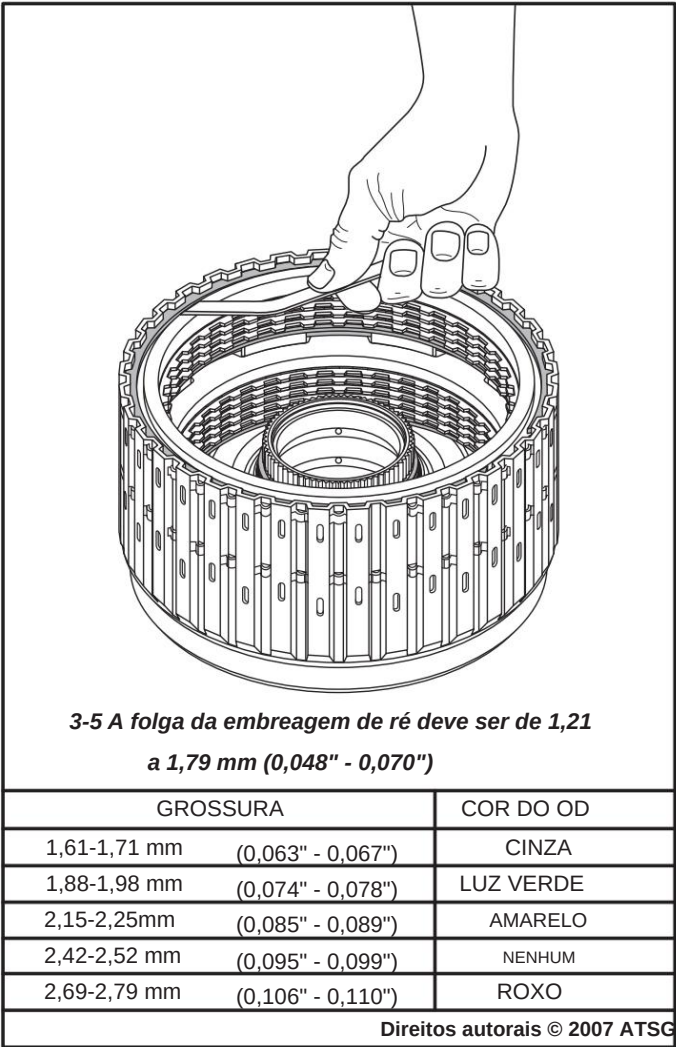

Figura 103
- 34. Verifique a folga da embreagem de ré 3-5 usando um calibrador de lâminas entre o anel elástico e a placa traseira, conforme mostrado na Figura 103.
- 36. Troque o anel elástico seletivo conforme necessário usando a tabela na Figura 103 para obter a folga correta da embreagem.